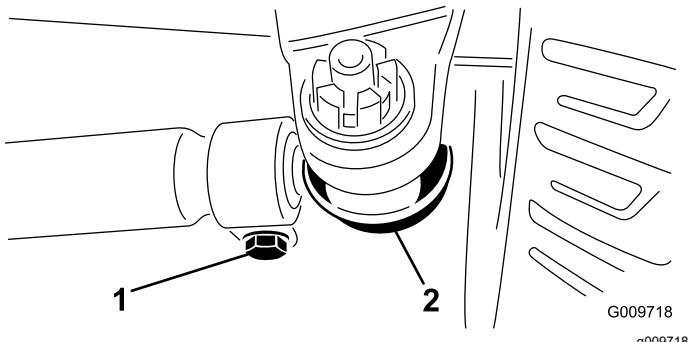

Figura 92
2. Per regolare, togliete la coppiglia e il dado da uno dei giunti a sfera del tirante (Figura 92). Togliete il giunto a sfera del tirante dal supporto della scatola del ponte.
3. Allentate i fermi su entrambe le estremità dei tiranti (Figura 92).
4. Girate di un (1) giro completo, verso l'interno o l'esterno, il giunto a sfera rimosso. Serrate la ghiera dal lato allentato del tirante.
5. Girate l'intero gruppo del tirante nello stesso verso (interno o esterno), di un (1) giro completo. Serrate la ghiera dal lato collegato del tirante.